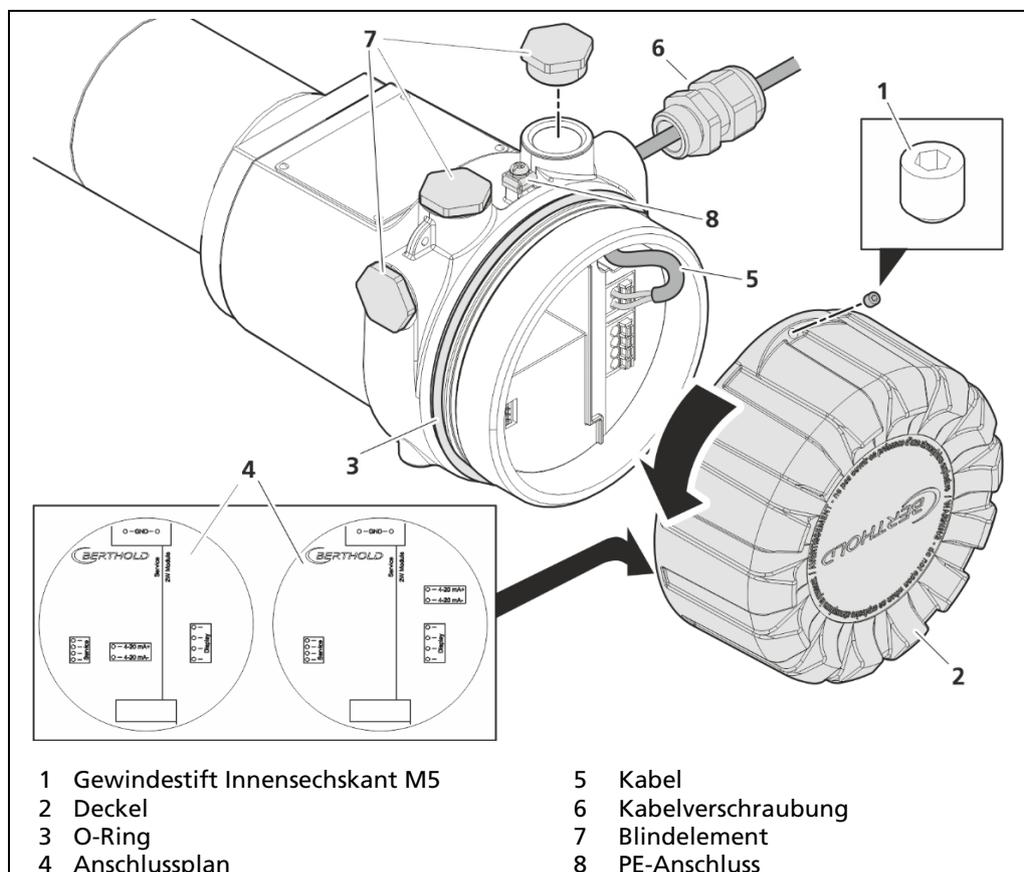

Abb. 13 Elektrischer Anschluss
2. Lösen Sie den Gewindestift (Abb. 13, Pos.1) und entfernen Sie durch Drehen mit beiden Händen den Deckel (Abb. 13, Pos.2).
3. Verschrauben Sie die erforderlichen Kabelverschraubungen (Abb. 13, Pos.6) gemäß den Angaben des Herstellers.
4. Öffnen Sie die Hutmuttern der Kabelverschraubungen und führen Sie das Kabel ein (Abb. 13, Pos.5).
5. Schließen Sie das Kabel an die Klemmen im Anschlussraum an. Beachten Sie den Anschlussplan (Abb. 13, Pos.4), der im Innern des Deckels zu sehen ist.
7. Unbenutzte Eingänge müssen mit den entsprechenden Blindelementen (Abb. 13, Pos.7) geschlossen werden. Ein Anzugsdrehmoment von 20 Nm wird empfohlen.
8. Schließen Sie den Detektor an einen lokalen Potentialausgleich (Abb. 13, Pos.8) an.
9. Stellen Sie sicher, dass der O-Ring (Abb. 13, Pos.3) über den gesamten Umfang auf der Stirnfläche des Detektorsockels anliegt.
10. Bringen Sie den Deckel (Abb. 13, Pos.2) an. Drehen Sie den Deckel bis zum Anschlag auf das Detektorgehäuse.
11. Verschrauben Sie den Gewindestift (Abb. 13, Pos.1).